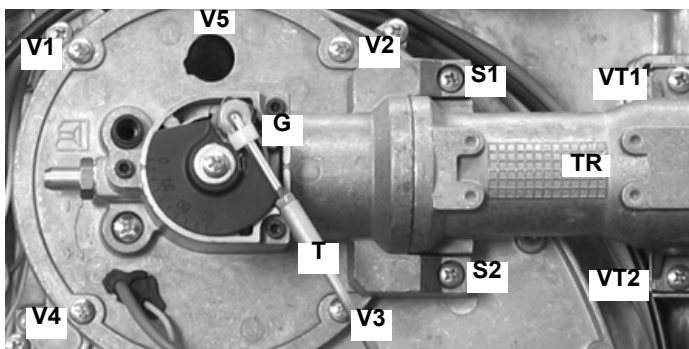

Fig. 15
- 1 Rimuovere il gancio in plastica **G** e sganciare il tirante **T** (Fig. 15) dalla sua sede.
- 2 Rimuovere le viti **V1**, **V2**, **V3**, **V4**, **V5**, **VT1** e **VT2** (Fig. 15).